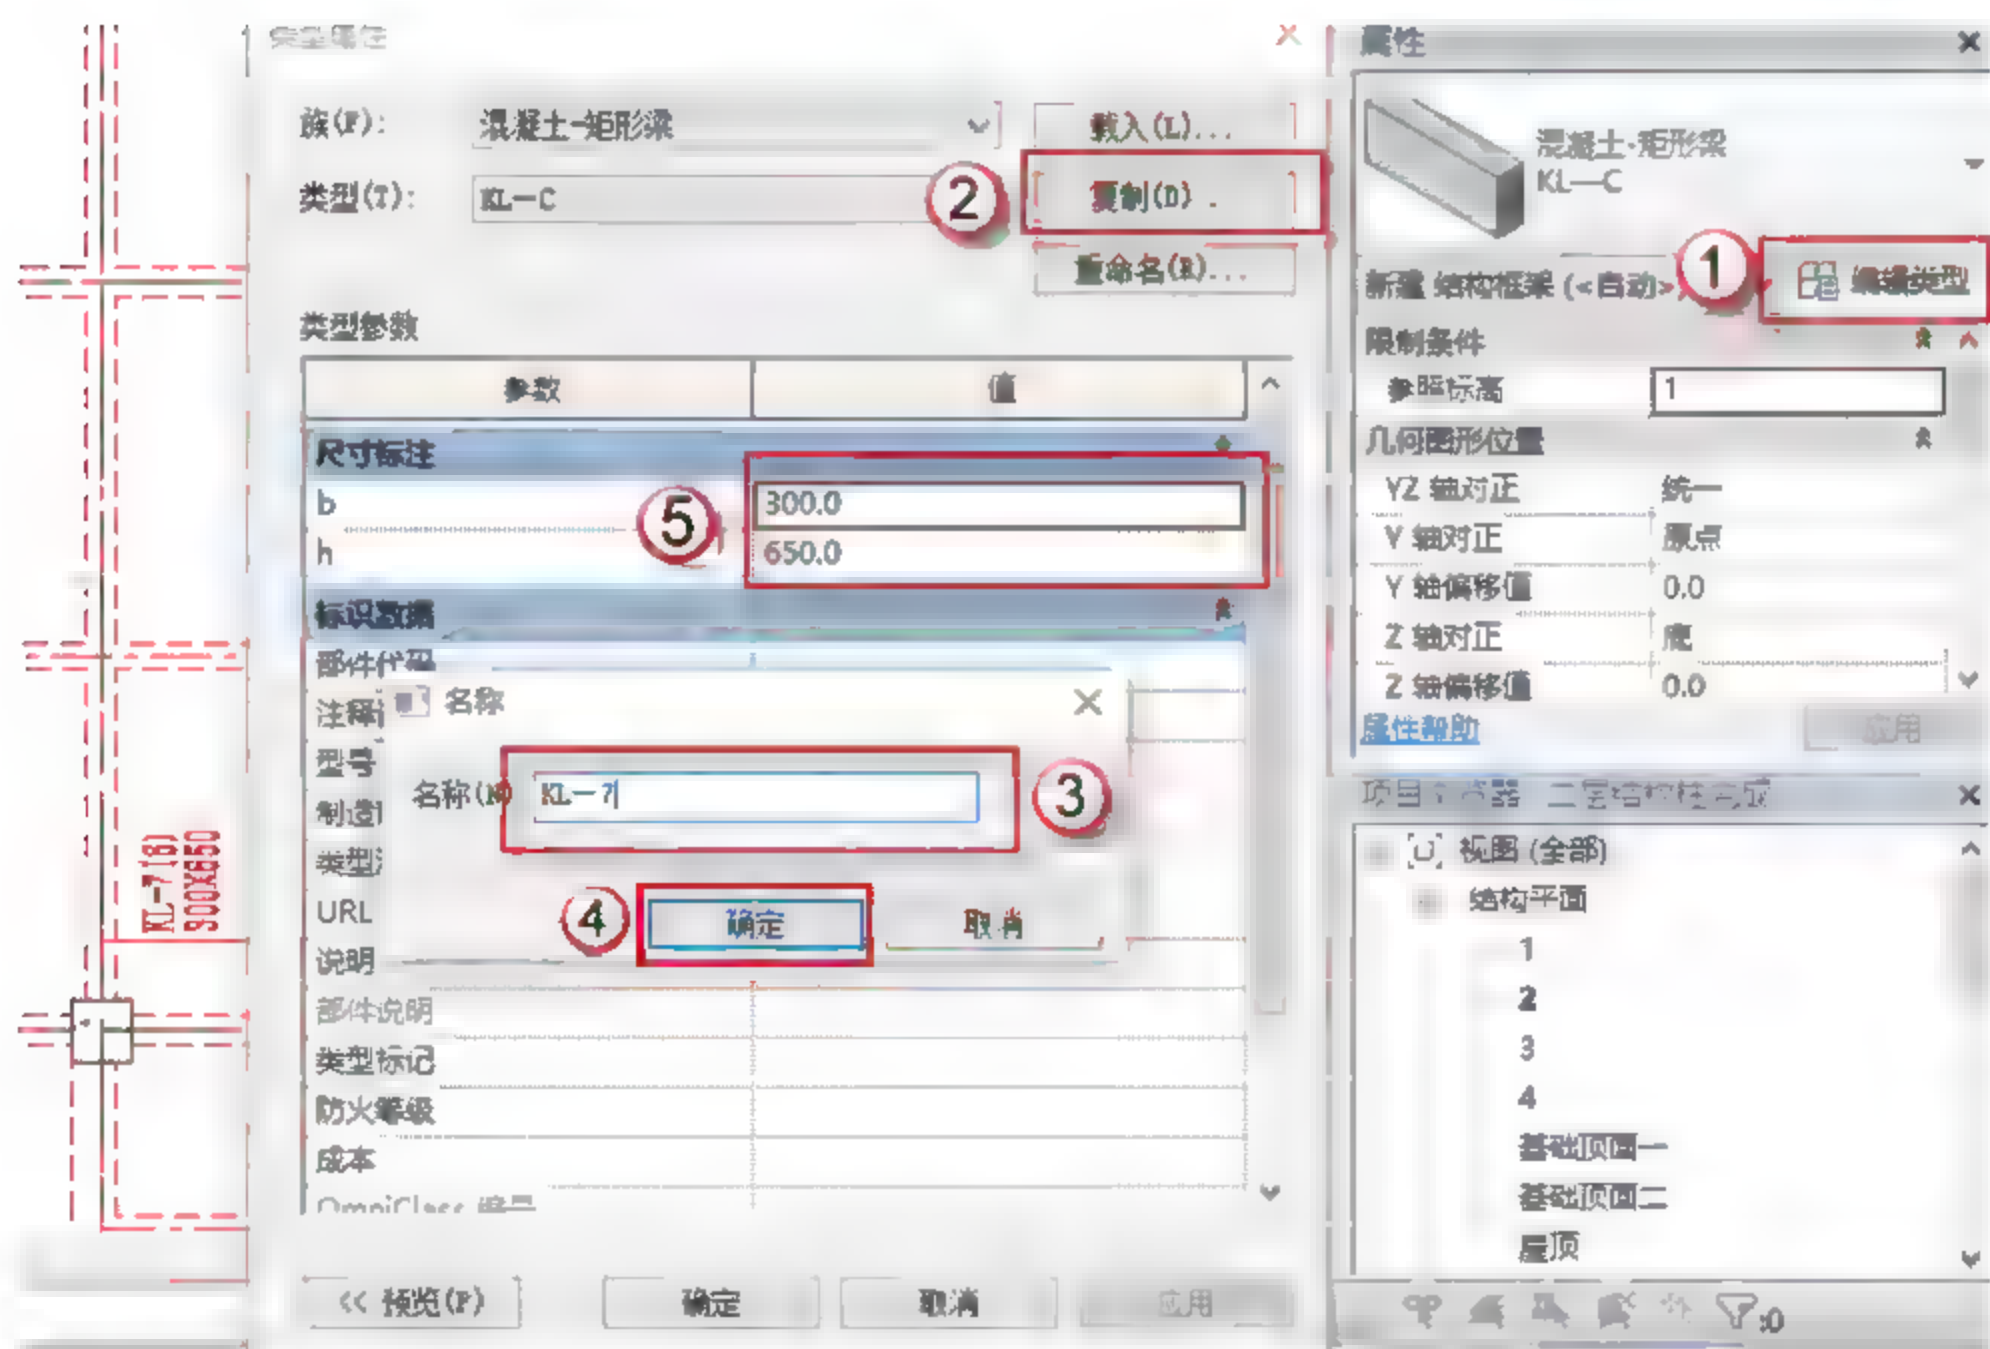

图 4.2.45 设置 KL-7 参数
(20) 设置矩形梁 KL-7 参数, 按快捷键 B+M, 出现绘制的界面, 单击“编辑类型”按钮, 在弹出的对话框中单击“复制”按钮, 再在弹出的对话框中命名新的族 KL-7, 单击“确定”按钮。在“尺寸标注”栏设置参数, 如图 4.2.45 所示。